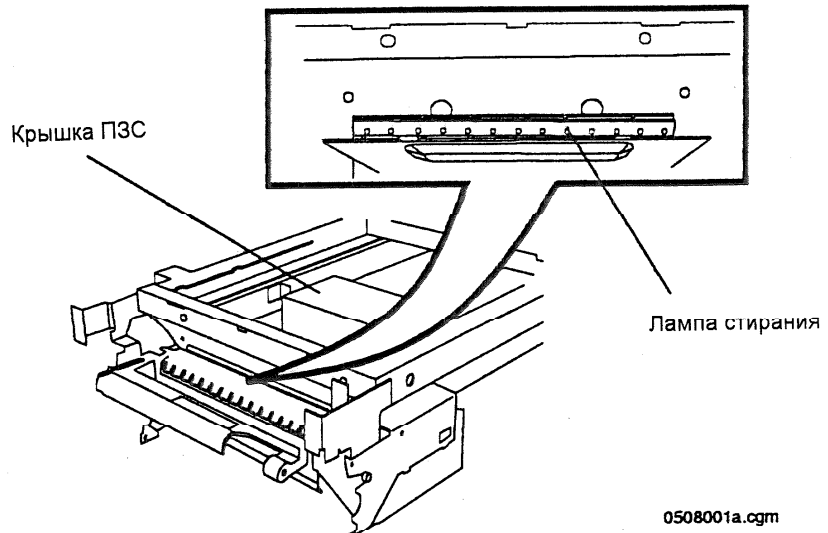

Рис. 2. Расположение лампы стирания
- Лампа стирания, изображенная на рис.2, прикреплена к блоку создания изображения тонера. Функционально она является частью ксерографической (модуль 8), а не оптической подсистемы.